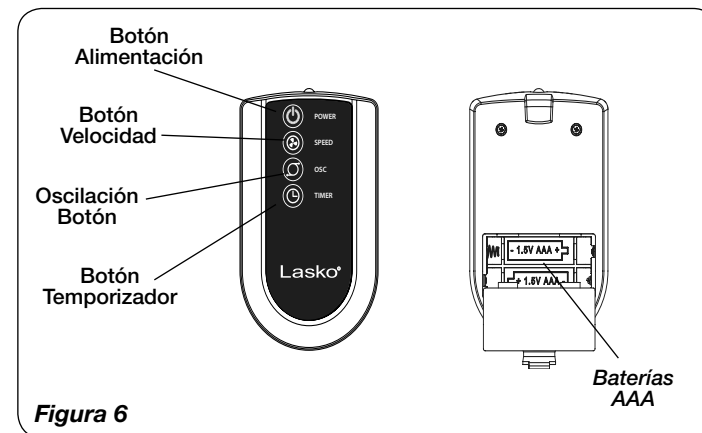

Figura 6
CONTROL REMOTO (Figura 6)
1. Instale la baterías (no suministró) como mostrado en la **Figura 6**. La batería es el tipo “AAA”.